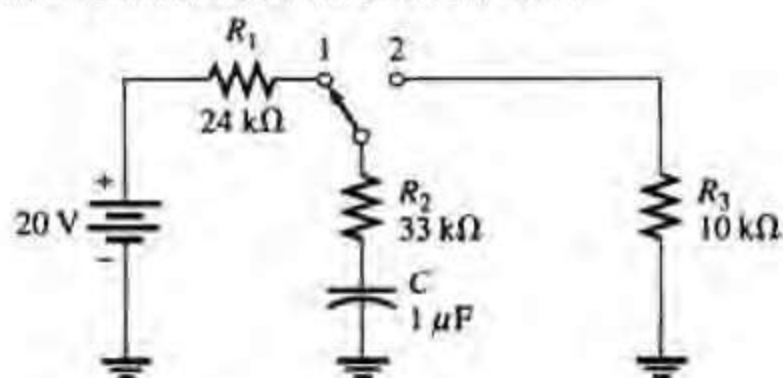

图 13.74
- * 39. (a) 图 13.74 中开关在位置 1 时电容没有充电。若开关在位置 1 停留 10 ms , 然后再换到位置 2, 并且开关的位置不再改变, 画出电容电压的波形。